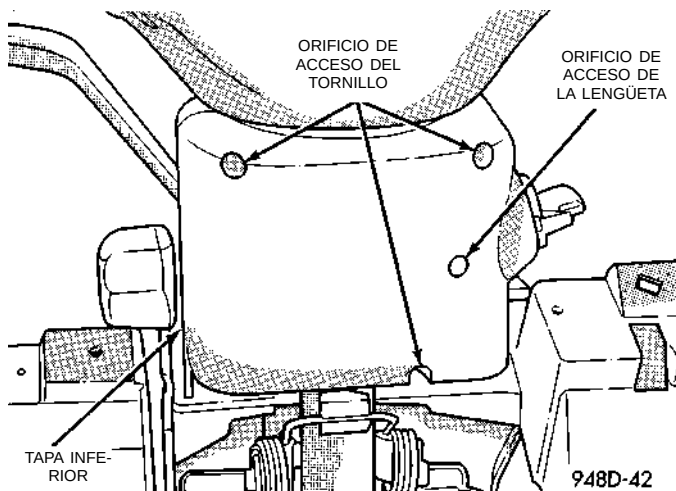

Fig. 41 Tapas de la columna de dirección
- (1) Desconecte el cable negativo de la batería.
- (2) Coloque el cilindro de la llave en la posición RUN. A través de un orificio situado en la tapa inferior, oprima la lengüeta de retención del cilindro de la cerradura y retire el cilindro de la llave (Fig. 41).